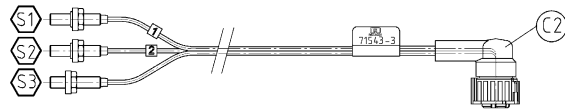

Abb. 5
- 1 x Sensorsatz mit 3 Sensoren – Fernanzeige **und** Schwenkwinkelwarnanzeige (Abb. 5).